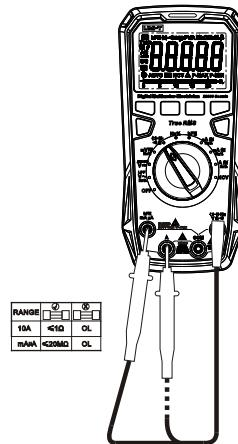

图 18a
- 利用电阻测量功能档可自检内置1A和10A保险丝。具体操作见(图18a), 将红色表笔插入 $\frac{1}{10}\text{Hz}$ (UT61B+/UT61E+) 或 $\frac{1}{10}\text{Hz}$ (UT61D+) 输入端口, 表笔尖插入 "mA uA" 输入端口测量阻值, 若显示屏显示 "OL", 则1A保险丝熔断。将红色表笔尖插入 "A" 输入端口测量阻值, 若显示屏显示 "OL", 则10A保险丝熔断。